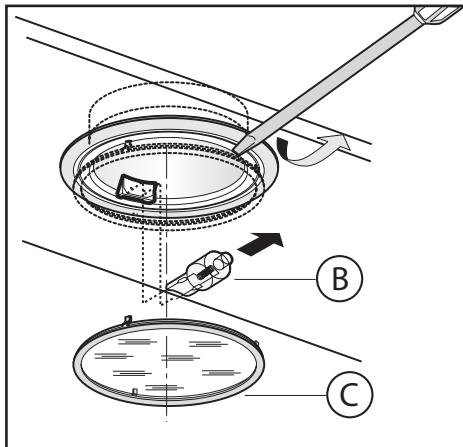

Fig.6
• **Austausch der Halogenlampen (Abb. 6).**